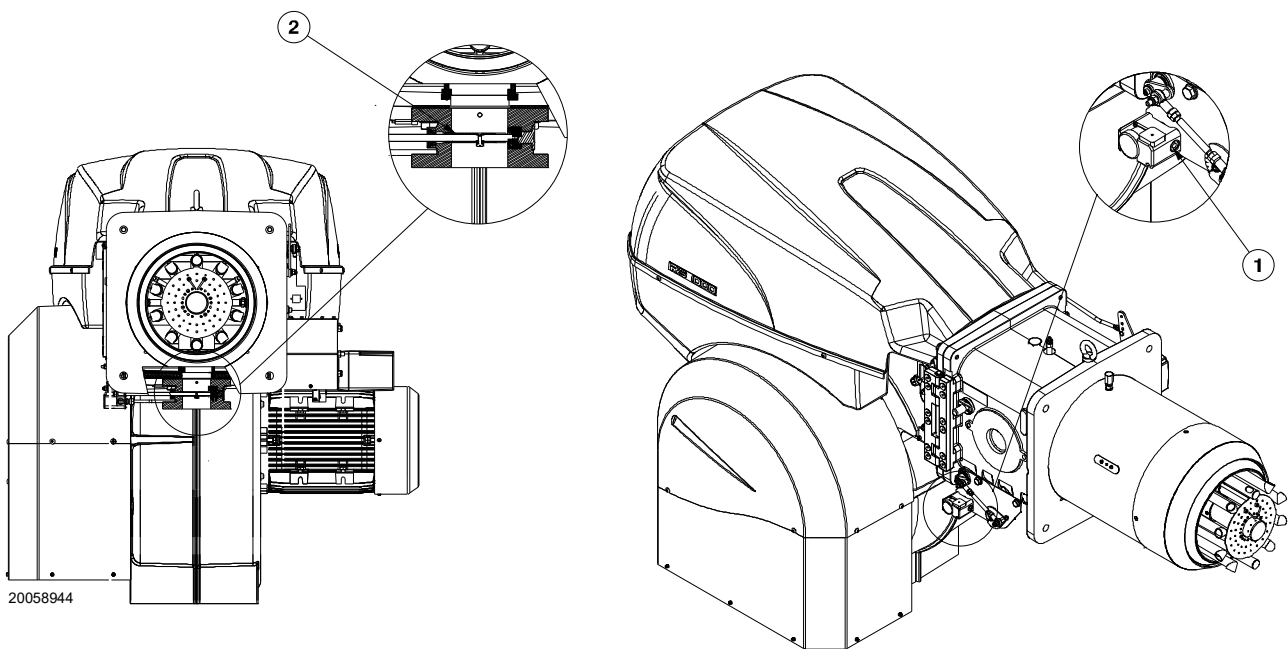

Fig. 19
Presión de gas en la toma 1)(Fig. 19 a pag. 20), con:
Pérdida de carga válvula de mariposa del gas 2)(Fig. 19 a pag. 20) con abertura máxima: 90°.
- restar a la presión del gas en la toma 1)(Fig. 19 a pag. 20) la presión de la cámara de combustión.
Para conocer la presión del gas necesaria en la toma 1)(Fig. 19), fijada la potencia máxima de modulación a la cual se desea que funcione el quemador:
- Leer a la derecha, columna 1, la presión en la toma 1)(Fig. 19).
presión necesaria para la toma 1)(Fig. 19).